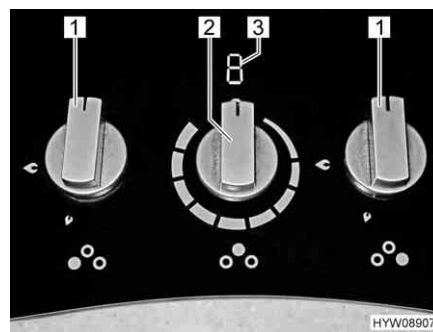

Fig. 151 Elementi di comando del fornello a gas con piano di cottura a induzione
- Ruotare il pomello girevole (Fig. 151,1) dell'impianto a fiamma libera desiderato in posizione accesa (fiamma alta).
- Ruotare sulla posizione 0 il pomello girevole (Fig. 151,1). La fiamma si spegne.
- Ruotare il pomello girevole (Fig. 151,2) del piano di cottura a induzione nella posizione desiderata. L'indicatore (Fig. 151,3) mostra il valore impostato.
- Ruotare il pomello girevole (Fig. 151,2) del piano di cottura a induzione in posizione 0. L'indicatore (Fig. 151,3) si spegne. Successivamente allo spegnimento, finché la temperatura del piano di cottura a induzione risulta superiore a 60 °C l'indicatore mostra la lettera "H" (indicazione del calore residuo).
Sul piano di cottura a induzione sono indicate le seguenti informazioni (Fig. 151,3):